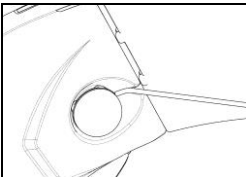

Abb. 16
- Haken Sie das für Integralhelme bestimmte Mikrofon an seinem Sitz auf dem Kinnschutz fest (Abb. 16).